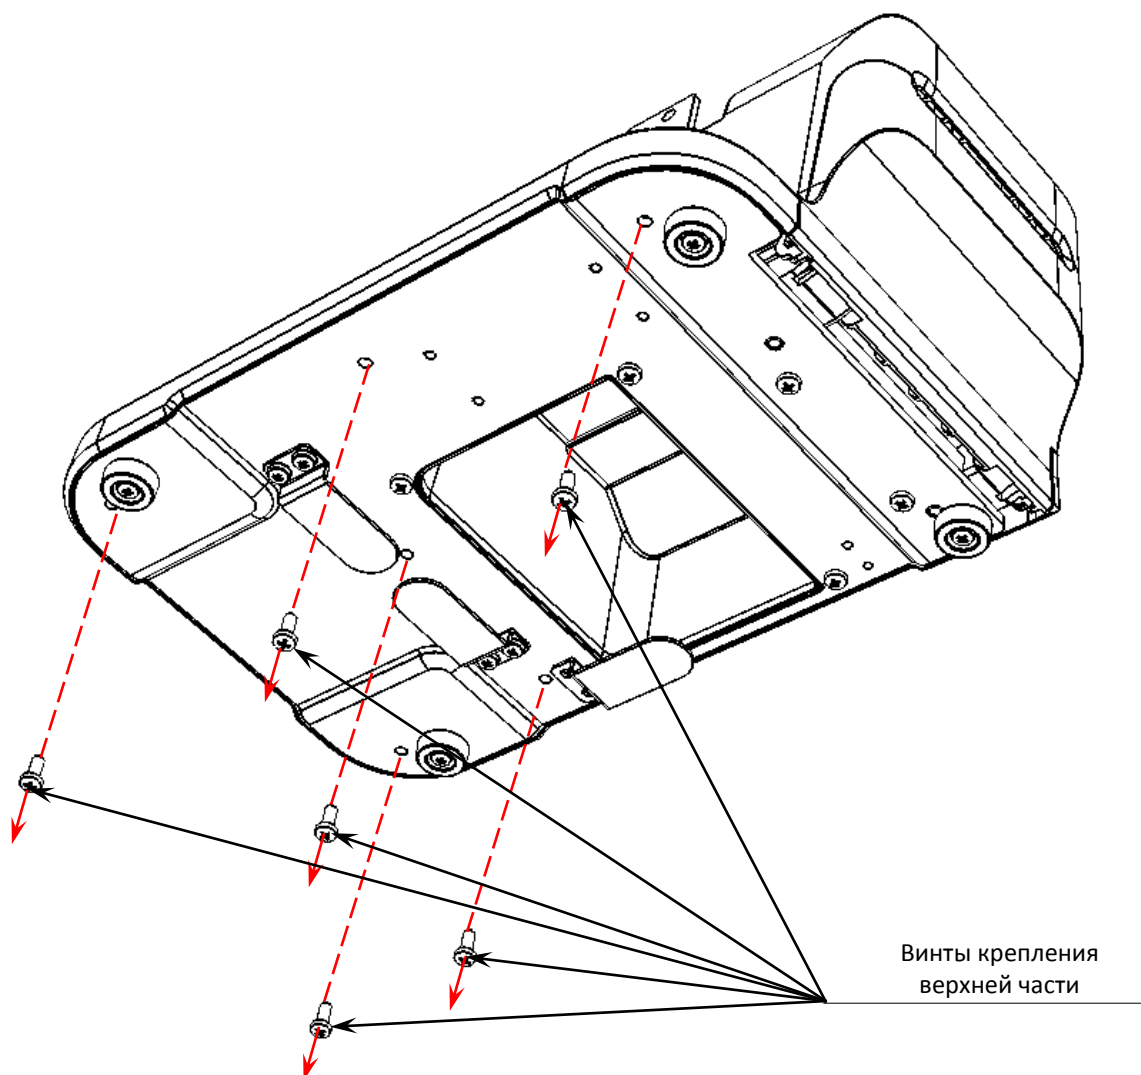

Рисунок 17. Винты крепления верхней части к дну корпуса ККТ
19. Вкрутить винты крепления верхней части к дну корпуса (рисунок 17).